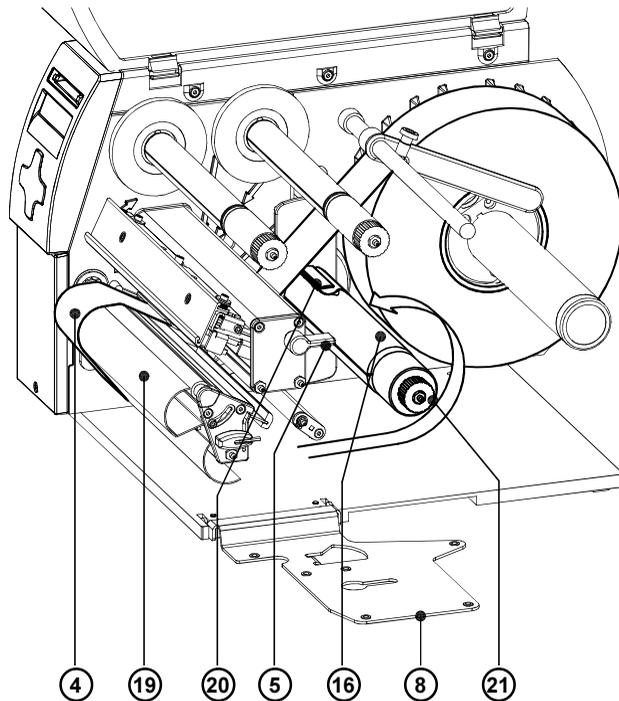

Bild 7f Einlegen von Rollenetiketten im Aufwickelmodus
13. Für den Betrieb im Aufwickelmodus lösen Sie die Etiketten von den ersten 100mm des Etikettenstreifens vom Trägermaterial ab. Führen Sie den Etikettenstreifen (4) gemäß Bild 7f um das Umlenblech (19) zum internen Aufwickler (16). Schieben Sie den Streifen unter die am Aufwickler befindlichen Klemmen (20). Halten Sie den Aufwickler fest und drehen Sie die Mutter (21) so weit wie möglich entgegen dem Uhrzeigersinn. Dadurch wird der Etikettenstreifen am Aufwickler festgeklemmt. Drehen Sie anschließend den gesamten Aufwickler entgegen dem Uhrzeigersinn, um den Etikettenstreifen zu straffen.
14. Klappen Sie die Stütze (8) nach oben und achten Sie darauf, dass alle Zentrierstifte in die Lagerstellen der Stütze greifen.
15. Schwenken Sie den Hebel (5) entgegen dem Uhrzeigersinn bis zum Anschlag. Damit wird der Druckkopf verriegelt.